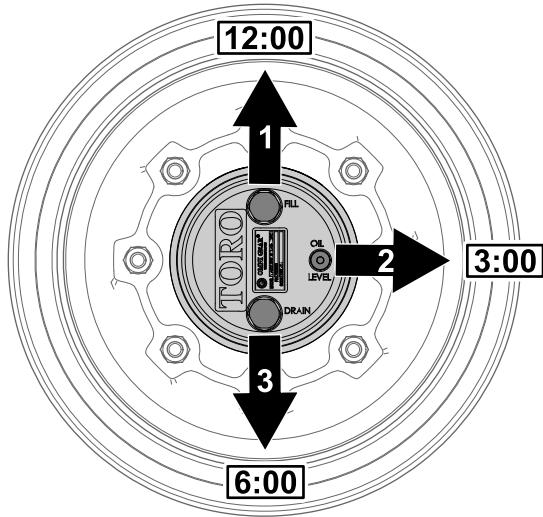

Figura 59
1. Aparque la máquina en una superficie nivelada, coloque la rueda de modo que el tapón de llenado se encuentre en la posición de las 12, el tapón de verificación en la posición de las 3 y el tapón de vaciado en la posición de las 6 (Figura 59).
2. Retire el tapón de verificación en la posición de las 3 (Figura 59).
1. Aparque la máquina en una superficie nivelada, coloque la rueda de modo que el tapón de llenado se encuentre en la posición de las 12, el tapón de verificación en la posición de las 3 y el tapón de vaciado en la posición de las 6; consulte Figura 59 en Comprobación del lubricante de la transmisión planetaria (página 55).